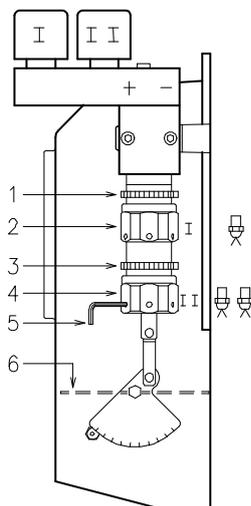

图 21
- 启动时，松开油泵上的螺栓 3) (图 21)，排出进油管路中的空气。